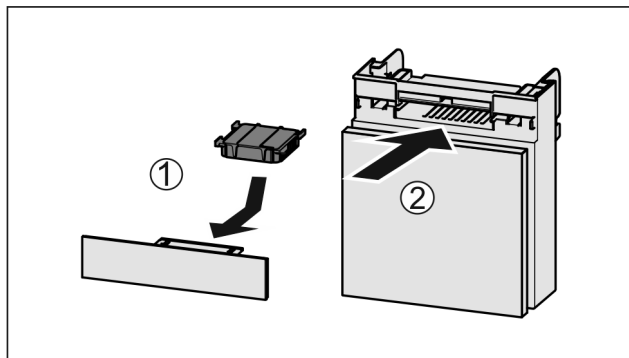

Fig. 273
- Aktivni ogljeni filter vstavite Fig. 273 (1) skladno s prikazom na sliki.
- Predal potisnite noter Fig. 273 (2).